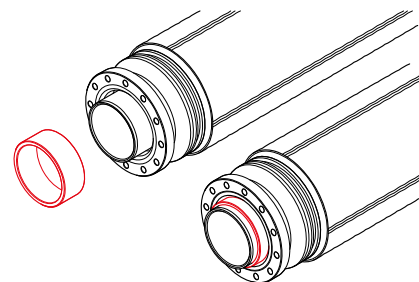

Рис. 4.6.3
3. Вставить графитовое кольцо в полость между патрубком втулки и фланцем (рис. 4.6.3).